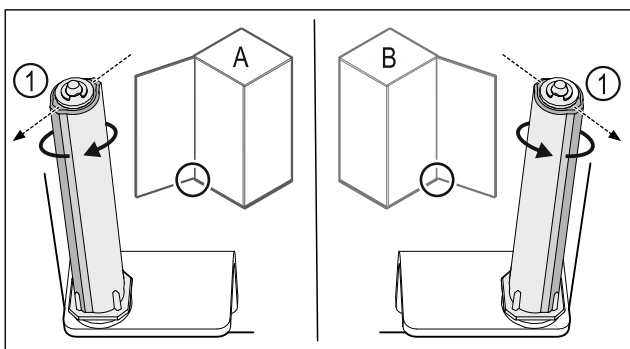

Fig. 41 Vänsterhängd (A)/högerhängd (B)
- ▶ Vrid låssystemet mot motståndet, tills låssystemets klack Fig. 41 (1) är vänd utåt.